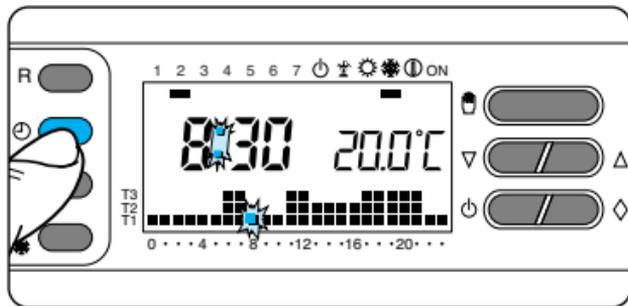

Fig. 22
3.8 - Premere il pulsante ⏸ per terminare la procedura di impostazione ora e giorno (fig. 22).